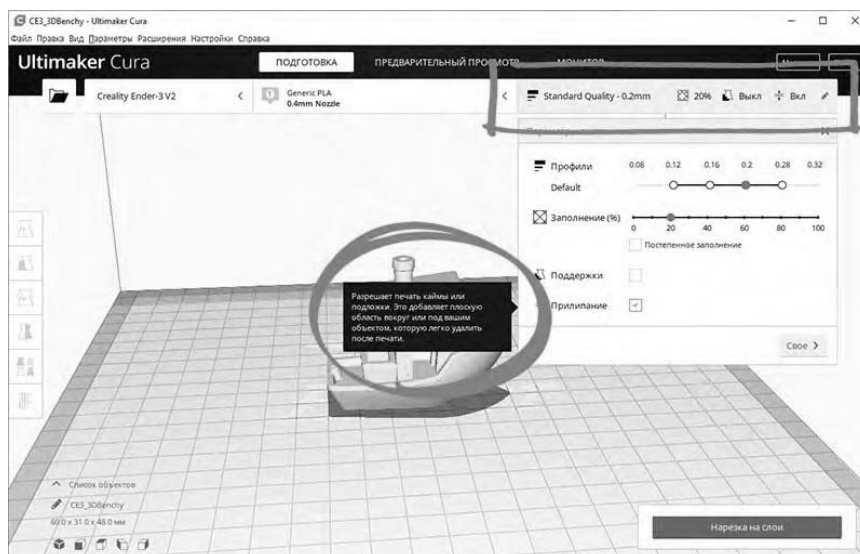

Рисунок 1.26 – Выбор настроек слайсинга
*Выбор настроек слайсинга.* По клику на кнопку в правой части окна слайсера раскрывается список с основными настройками слайсинга (рисунок 1.26).